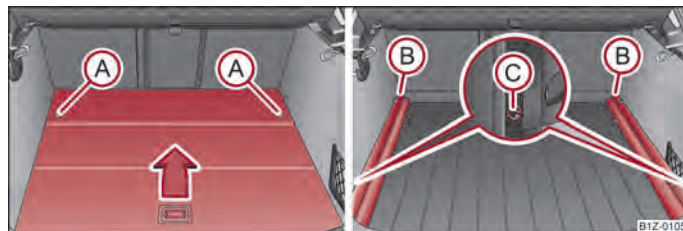

Fig. 62 Coffre à bagages : Dépose du plancher de chargement variable/Dépose des glissières de support
- Déverrouillez le plancher de chargement variable en faisant tourner les œilletons de fixation (A) ⇒ fig. 62 de 90° env. vers la gauche.
- Déverrouillez les glissières de support (B) en faisant tourner les oeillets de fixation en place (C) de 90° env. vers la droite.